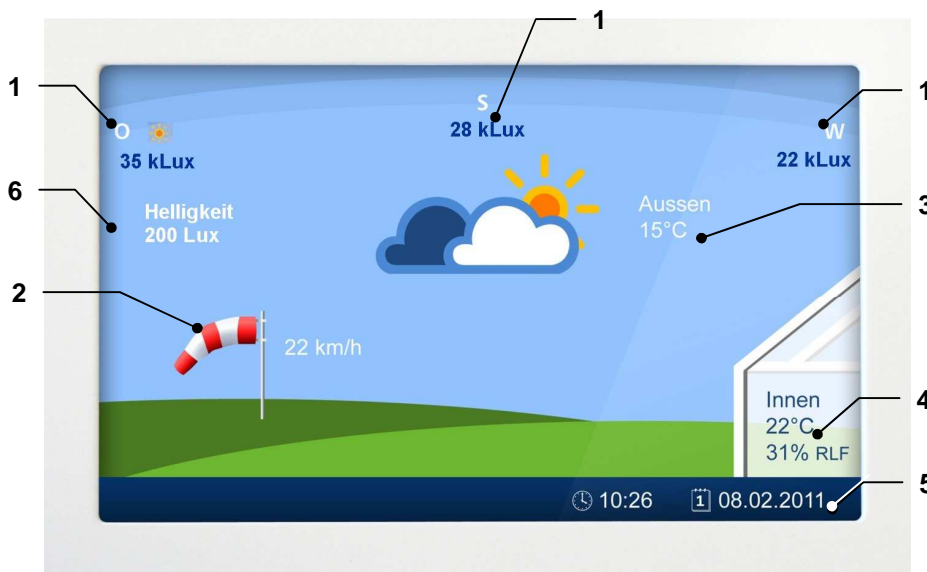

Bild 19: Display mit Touch-Screen am Bedienteil
1. Klicken Sie auf dem Display auf das angezeigte Datum bzw. die Uhrzeit (Pos. 5, Bild 19).
1. Klicken Sie im Display auf den Bereich für die Innentemperatur (Pos. 4, Bild 19).
2. Klicken Sie im Display auf den Bereich für die Innentemperatur (Pos. 4, Bild 19).
1. Klicken Sie im Display auf eine beliebige Stelle (außer Zeit/Datum und Innentemperatur, siehe auch Pos. 4 und 5 in Bild 19)